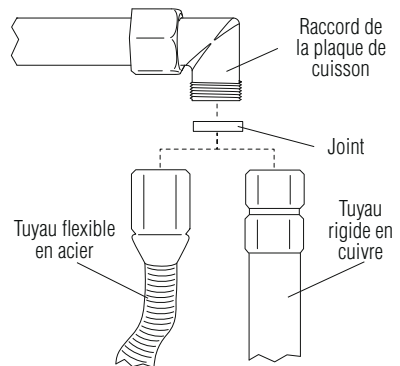

Fig. 6 : raccordement au réseau du gaz
**Le raccordement au réseau du gaz peut être effectué avec un tuyau rigide en cuivre ou avec un tuyau flexible en acier** à paroi continue et dans le respect des consignes établies par la norme en vigueur [Fig. 6]. En tous les cas, **chaque tube relié au réseau de gaz doit être doté d'un robinet d'arrêt de sécurité.**